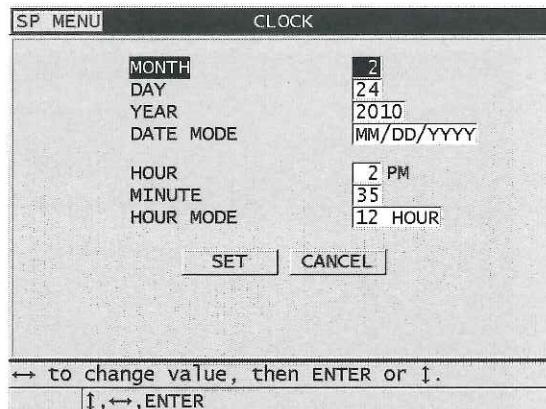

図 4-2 クロックパラメータの選択
3. **CLOCK** 画面で、以下の操作を行います (47 ページ図 4-2 参照)。